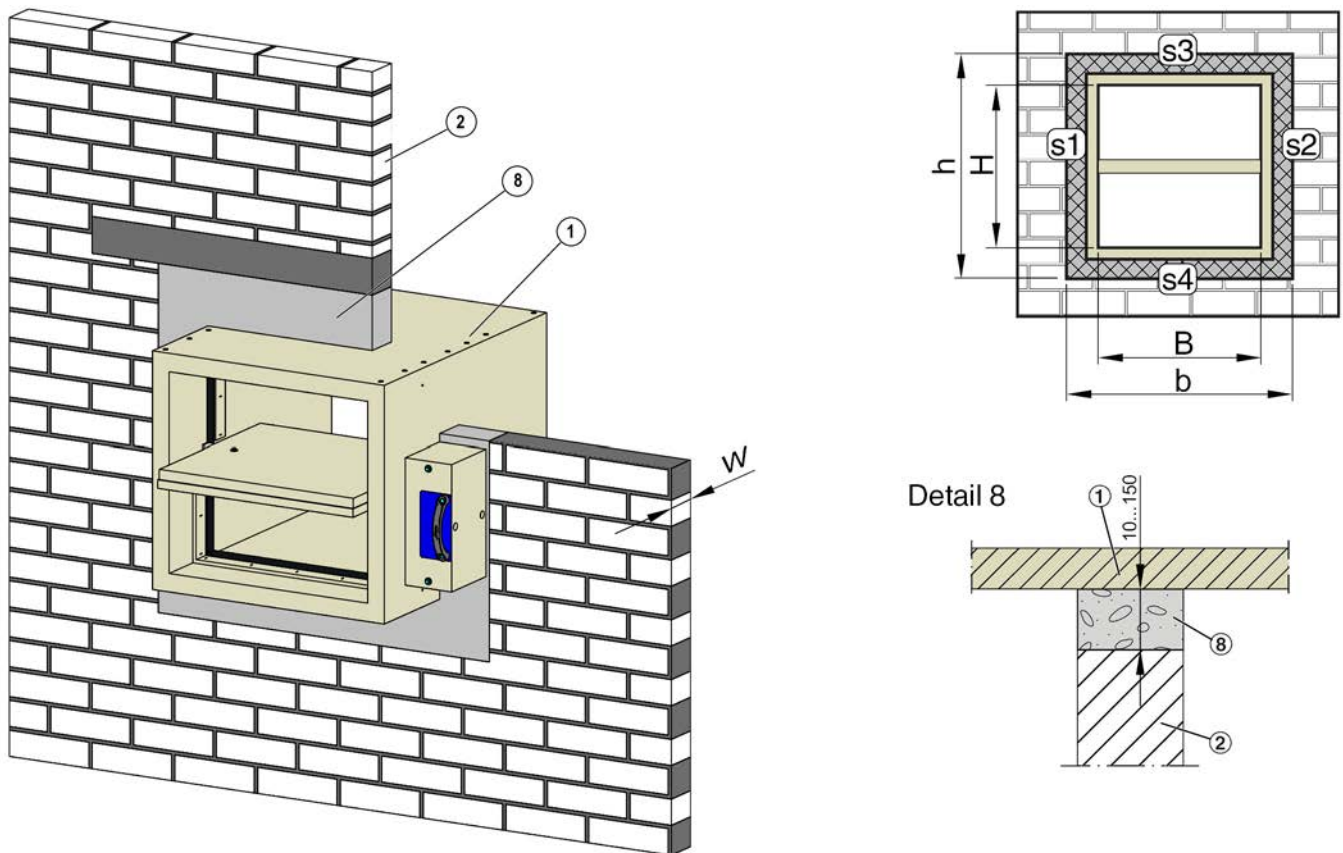

Fig. 14: Instalación en pared maciza en mojado-seco sin mortero, variante a, índice de clasificación:  $v_{ew}$
1. ▶ Realizar la abertura de instalación en cumplimiento con Fig. 14 .